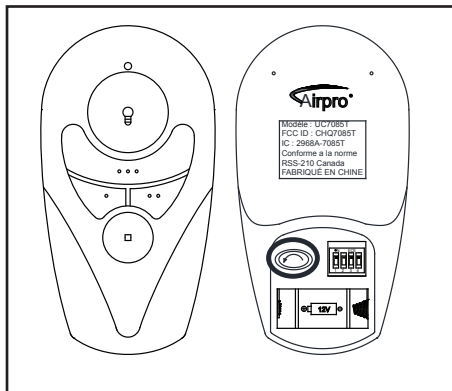

Figure 19
**Télécommande** - Le ventilateur est muni d'une télécommande pour contrôler la vitesse et le luminaire de votre nouveau ventilateur de plafond (Figure 19).